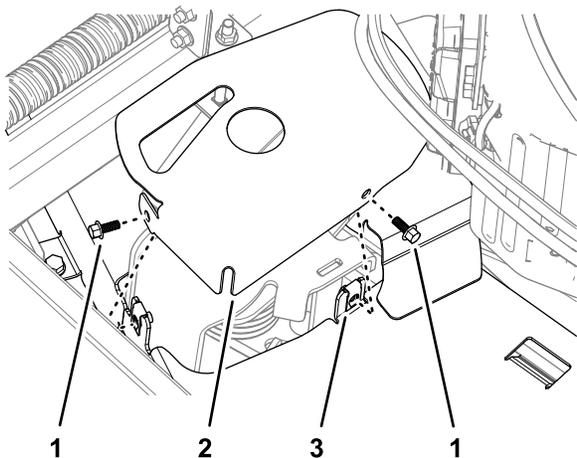

Рисунок 34
1. Отверните 2 винта с фланцем, которые крепят кожух натяжителя к левой крышке ремня, и снимите кожух натяжителя (Рисунок 34).